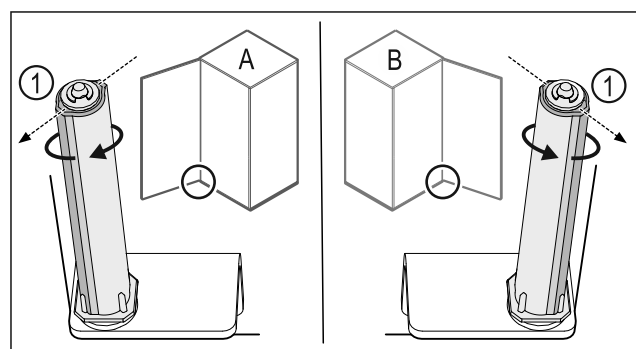

Fig. 33 Linksanschlag (A) / Rechtsanschlag (B)
- ▶ Schließsystem gegen den Widerstand drehen, bis der Steg des Schließsystems Fig. 33 (1) nach außen zeigt.